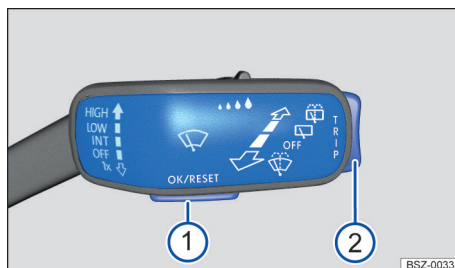

Fig. 14 Pe coloana de direcție, în dreapta: butoane pe maneta ștergătorului de parbriz (imagine de referință).
Autovehicule fără volan multifuncțional: Atât timp cât este afișat un mesaj de avertizare de prioritate 1, nu pot fi apelate meniuri. Unele mesaje de avertizare pot fi confirmate și ascunse cu butonul **OK/RESET** → fig. 14 ①.
2. În cazul în care este afișat un mesaj sau pictograma autovehiculului, apăsați, după caz, de mai multe ori butonul **OK/RESET** → fig. 14 ①.
3. Pentru afișarea meniurilor → pagina 28 sau pentru a reveni dintr-un meniu sau dintr-un afișaj cu informații, mențineți apăsat butonul basculant TRIP → fig. 14 ②.
4. Pentru a răsfoi prin meniuri, apăsați butonul basculant TRIP → fig. 14 ② în sus sau în jos.
5. Pentru a apela meniul afișat sau afișajul cu informații, apăsați butonul **OK/RESET** → fig. 14 ① sau așteptați câteva secunde până când meniul sau afișajul cu informații se deschide automat.
1. În meniul afișat, apăsați butonul basculant TRIP → fig. 14 ② în sus sau în jos, până se marchează punctul de meniu dorit.
2. Pentru a efectua modificările dorite, apăsați butonul **OK/RESET** → fig. 14 ①.